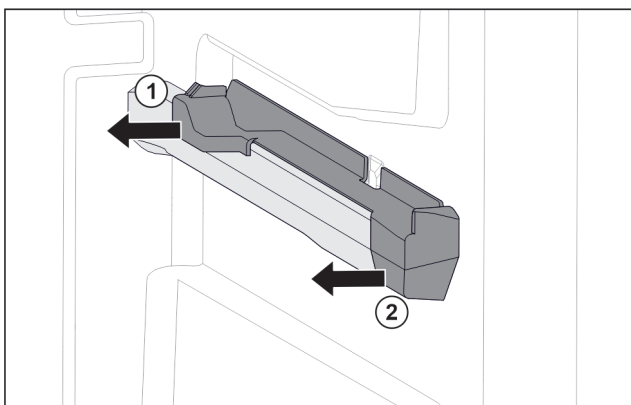

Fig. 93 Násuvný diel na pravom rebre nádoby
- ▶ Stiahnite násuvný diel vzadu do strany. Fig. 93 (1)
- ▶ Stiahnite násuvný diel vpredu do strany. Fig. 93 (2)